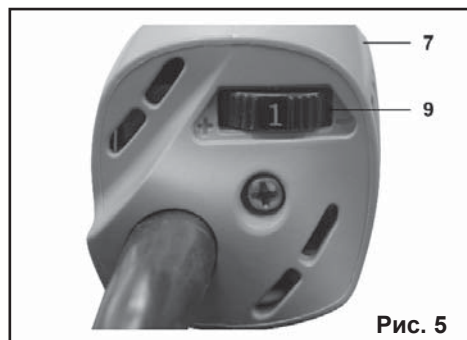

Рис. 5
7.3. Изменение частоты колебаний (Рис.5).